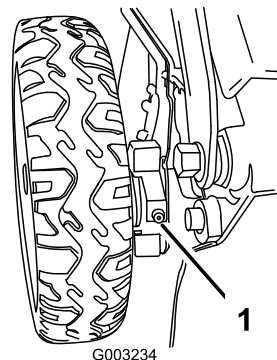

Рисунок 41
1. Протрите масленки внутри задних зубчатых колес чистой материей (Рисунок 41).